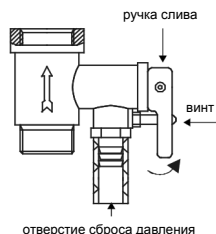

Рис. 9
УЗО (устройство защитного отключения)*, рис. 9
6. Чтобы правильно слить воду из внутреннего бака, надо воспользоваться сливным отверстием (только для серии FS2/FS6/FE2) (надо открутить заглушку, закрывающую сливное отверстие), также воду можно слить через обратный предохранительный клапан (открутить сливной винт обратного предохранительного клапана и перевести ручку слива в верхнее положение, при этом кран выхода горячей воды должен быть открыт, а кран подачи холодной воды в водонагреватель должен быть перекрыт) (смотри рис. 9). Никогда не сливайте воду, если ее температура выше 50°C, т.к. это может привести к ожогам.